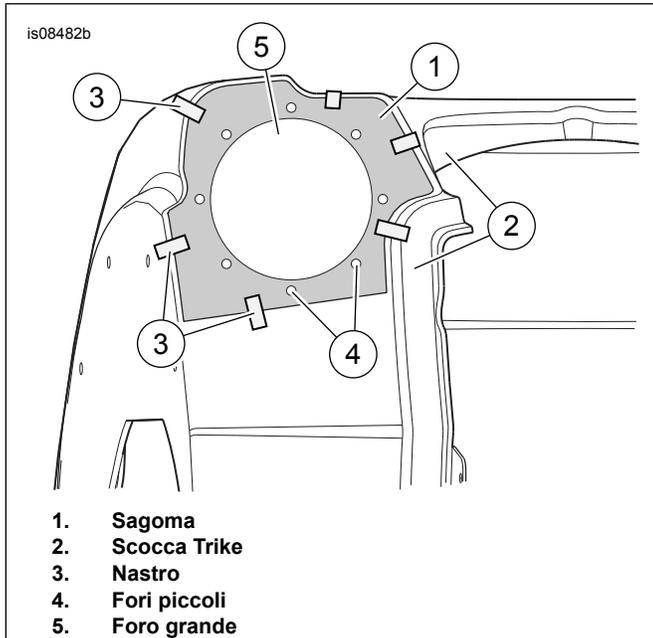

Figura 1. Posizione della sagoma
1. Vedere Figura 1. Allineare la sagoma (1) a un lato della scocca trike (2). I bordi della sagoma devono essere allineati ai bordi curvi della carrozzeria. Fissare la sagoma con un nastro (3). Punzonare la posizione (4) degli otto piccoli fori. Marcare il foro largo (5) con un pennarello o una matita di cera.